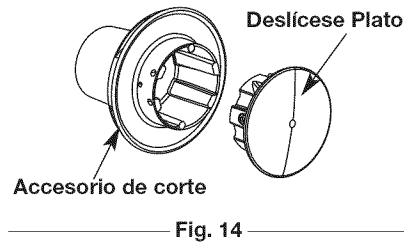

Fig. 14
3. Reinstale la placa guía de la línea (Fig. 14). La placa guía es un elemento con espiga y ajusta de una sola forma. Si no entra en el cabezal de corte fácilmente, NO lo fuerce. Gire la placa hasta que se encaje fácilmente en el cabezal de corte.